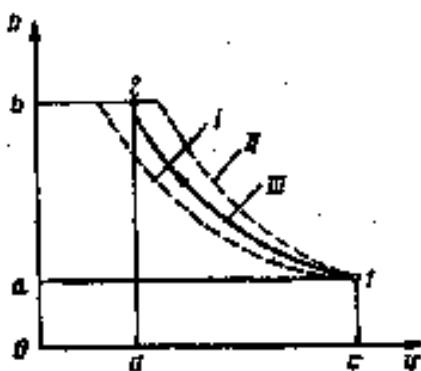

Рис. 1
- Идеальный одноступенчатый компрессор (рис. 1) всасывает $100 \text{ м}^3/\text{ч}$ воздуха [$k=1,41$, $R=287 \text{ Дж/(кг}\cdot\text{К)}$, $c_p=1,005 \text{ кДж/(кг}\cdot\text{К)}$] при $p_1=0,1 \text{ МПа}$ и $t_1=27^\circ\text{C}$ и сжимает его до давления $p_2=0,8 \text{ МПа}$. Определить работу, затраченную на сжатие воздуха в компрессоре, отведенное количество теплоты и температуру воздуха для случаев: а) изотермического (I); б) адиабатного (II); в) политропного (III, $n=1,2$) сжатия воздуха.